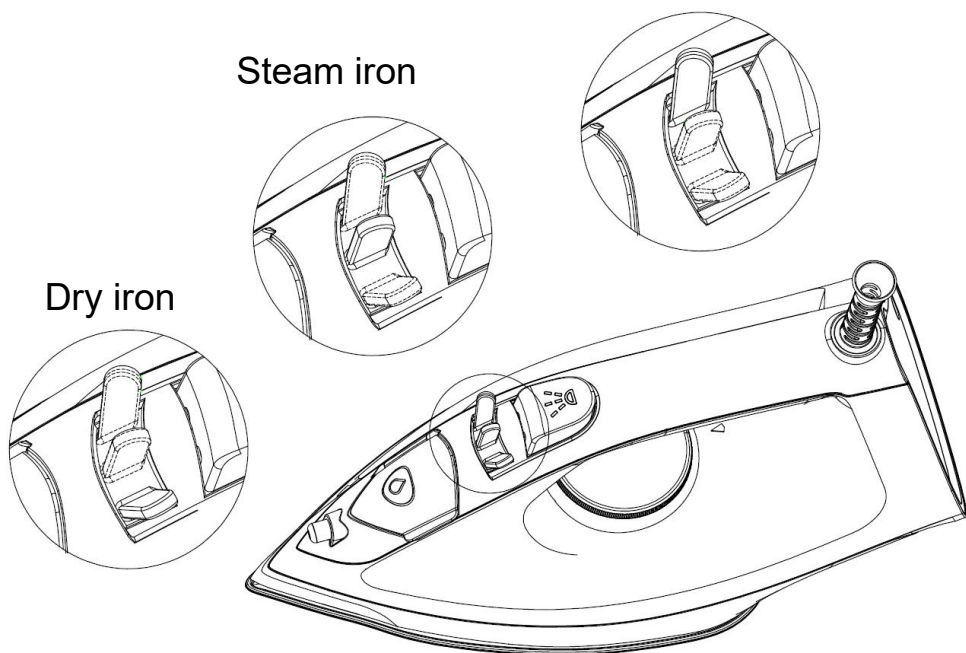

Fig.5
59. Wybierz żadaną funkcję za pomocą pokrętła Steam zgodnie ze swoimi potrzebami (patrz rys. 5). Przekręć pokrętło Steam na ustawienie „Steam iron”, żelazko będzie nadal uwalniać parę. Jeśli musisz aktywować tryb prasowania na sucho, przekręć pokrętło pary na ustawienie „Dry iron”.